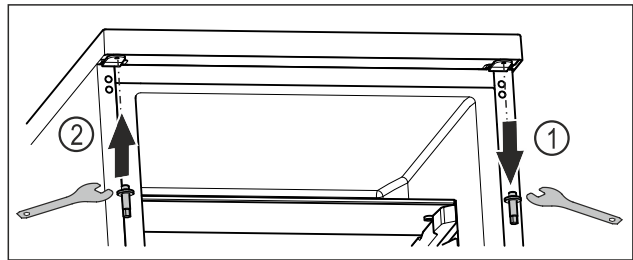

Fig. 19
- ▶ Odšroubujte horní čep imbusovým klíčem. Fig. 19 (1)
- ▶ Čep na opačné straně utáhněte imbusovým klíčem. Fig. 19 (2)